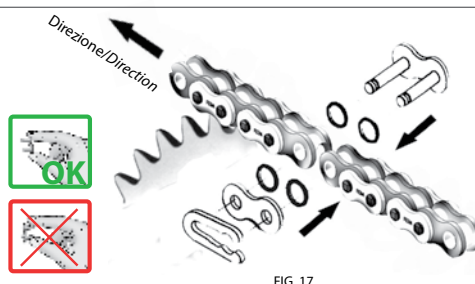

FIG. 17
7. Assicurarsi che sulla forchetta giunto (A) siano montati due O-Ring (D) (uno su ogni perno) appoggiati alla piastra.
8. Inserire la forchetta giunto (A) dalla parte posteriore della catena, evitando ogni contatto con i perni per non asportare il lubrificante.
9. Posizionare gli altri due O-Ring (E), uno su ogni bussola, e successivamente posizionare la piastra giunto (B) (fig. 17).
7. Ensure that two O-Rings (D) have been assembled on the connecting link fork (A) (one on each pin) and fully inserted until they touch the plate.
8. Insert the connecting link fork (A) from the back of the chain, avoiding contact with the pins, as this could remove some grease.
9. Set the other two O-Rings (E) on the pins until they stay over the extended ends of each bushing. Then install the connecting plate (fig. 17).